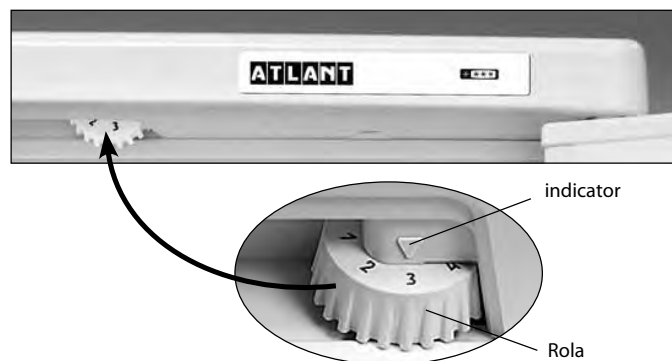

Figura 3 – Controlul temperaturii
1.5 Organ de reglare a temperaturii în conformitate cu figura 3 este rolul de reglare a temperaturii (în continuare – rol). Rolul se rotește în sensul acelor de ceasornic și invers acelor de ceasornic și are diviziuni cu cifre notate și se instalează la diviziunea selectată. Diviziunea cu marcarea la "1" corespunde temperaturii cea mai ridicată (răcirea cea mai mică) în camera, la diviziunea "7" – cea mai joasă (cea mai mare răcire). Diviziunea rolului trebuie instalată sub indicator la reglarea temperaturii.
Deschideți ușa SF și setați rolul la diviziunea "2." Închideți ușa SF. Pe viitor, pentru a selecta temperatura optimă pentru depozitarea alimentelor în secțiune trebuie reglată temperatura cu ajutorul rolului, așa cum se arată în figura 3. În cazul în care, după reglare sau în urma schimbării condițiilor de exploatare, compresorul a început să lucreze continuu, este necesar să rotiți lent rolul în direcția de micșorare până la un clic al regulatorului de temperatură. După reglare, temperatura în frigider se menține în mod automat.